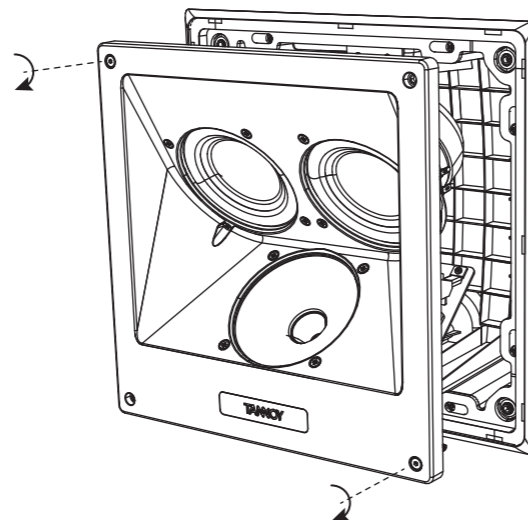

Fig. 20. Install the loudspeaker
- Zamontuj głośnik w tylnej puszcze i zabezpiecz go śrubami (rys. 20).